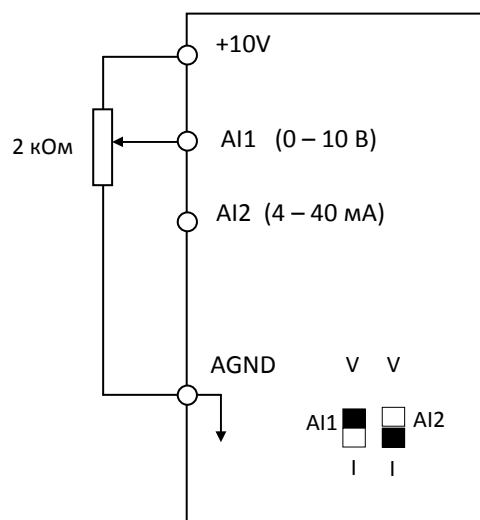

Рис. 4.3.4 Аналоговый вход, как основной источник задания частоты
- Если внешний аналоговый сигнал задания частоты на входе AI1 в виде напряжения, установите переключку «AI1» на плате центрального процессора в верхнее положение «V». Если внешний аналоговый сигнал задания частоты на входе AI1 в виде тока, установите переключку «AI1» на плате центрального процессора в нижнее положение «I». (см. рис.4.3.4.)